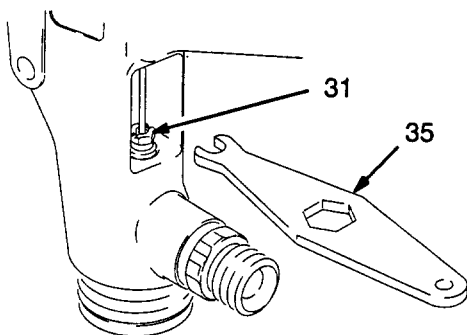

Fig. 11
- Apretar el tornillo de ajuste de las empaquetaduras (31) con la llave de pistola (35), tal como se muestra en la Fig. 11, hasta que se sienta una ligera resistencia sobre la aguja de fluido. No apretar excesivamente el tornillo puesto que esto puede bloquear el movimiento de la aguja.
- Colocar la pistola y los gatillos del producto activador (3 y 48). Apretar el tornillo (5), aplicando un par de apriete de 25 a 35 pulgadas - libras (2,8 a 4,0 N.m).
- Apretar el gatillo de la pistola para probar el movimiento de la aguja de fluido (21). Si la aguja de fluido no regresa después de haber soltado el gatillo (3) o si regresa lentamente, aflojar el tornillo de ajuste de la empaquetaduras (31) con la llave para pistola (35) hasta que la aguja regrese libremente. Ver Fig. 11. Repetir esta operación para probar también la aguja del producto activador (49j).